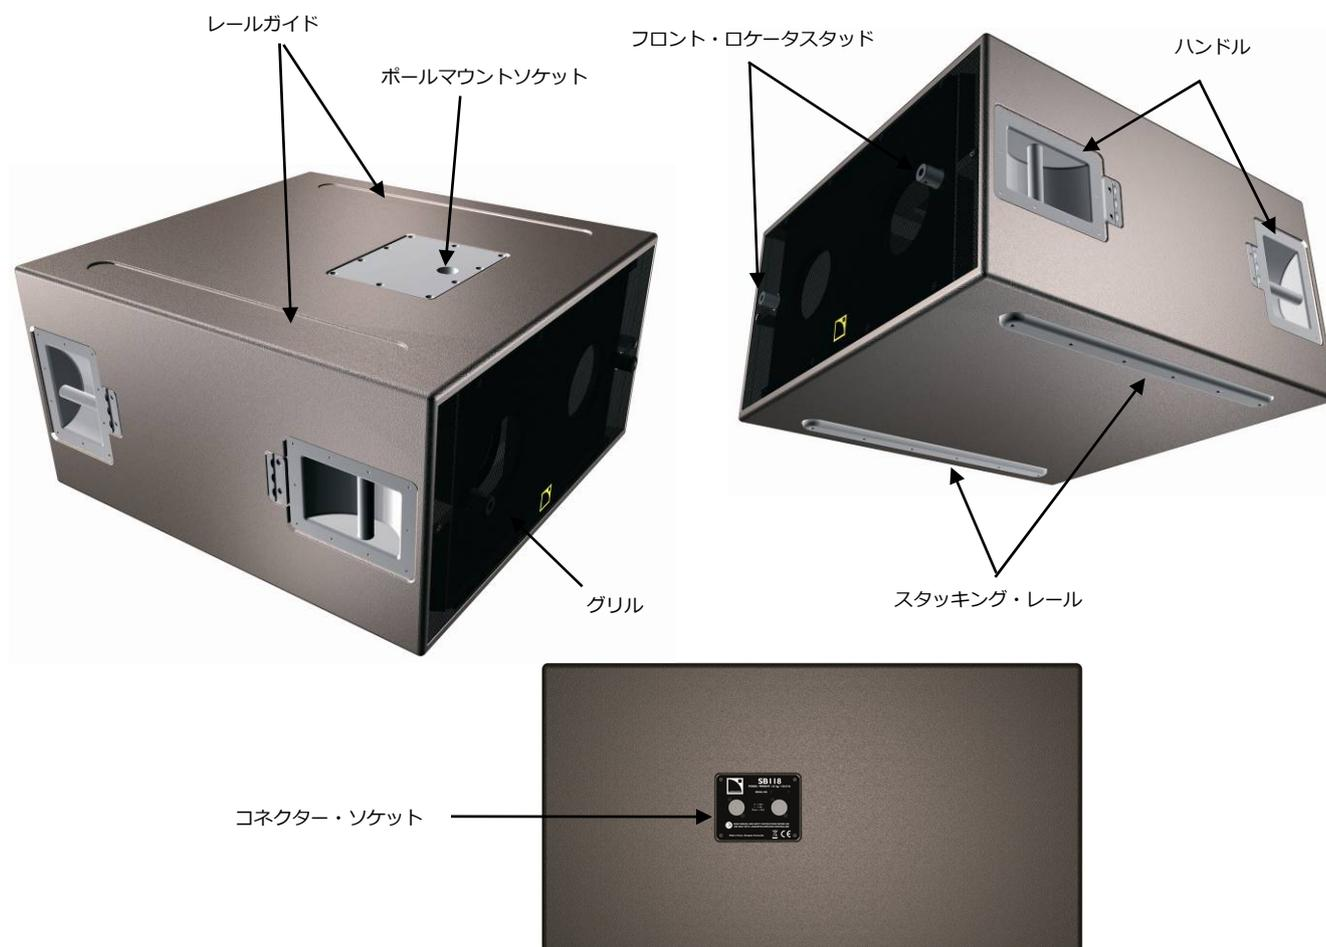

図 3 : SB118 サブウーファーエンクロージャー
オプションで**L-ACOUSTICS® SB118 PLA**ドリー（図2）があります。SB28 エンクロージャーのフロントにあるスタッド（図3）に、ドリーの2つのピンを挿しこんでください。これにより、エンクロージャーの簡単な搬送と保護が可能となります。
- スタッキングでの垂直アレー：スタッキング用に組み込まれたレールとレールガイドを使用し、SB118エンクロージャーを8台までスタッキング可能（図3）
- ビルトイン・タイプの35 mmポールマウントソケット（図3参照）を使用して、XTシリーズをマウントし、コンパクトなFOHシステムを簡単に作るができます。